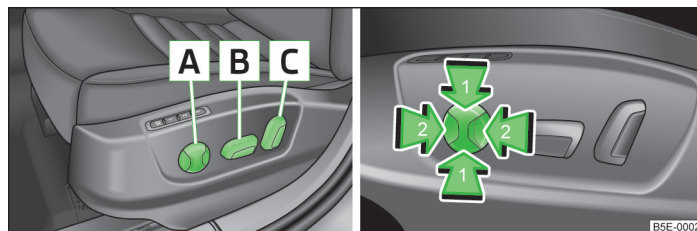
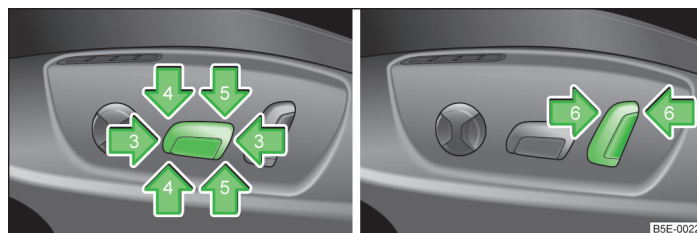

Fig. 45 Elementos de mando para el ajuste eléctrico de los asientos I
Fig. 46 Elementos de mando para el ajuste eléctrico de los asientos II
➤ Presionar el interruptor **B** » fig. 45 en el sentido de una de las flechas 3 » fig. 46.
➤ Presionar el interruptor **B** » fig. 45 en el sentido de una de las flechas 5 » fig. 46.
➤ Presionar el interruptor **B** » fig. 45 en el sentido de una de las flechas 4 » fig. 46.
- Presionar el interruptor **[C]** » fig. 45 en el sentido de una de las flechas 6 » fig. 46.
- Presionar el interruptor **[A]** » fig. 45 en el área de una de las flechas 2.
- Presionar el interruptor **[A]** » fig. 45 en el área de una de las flechas 1.